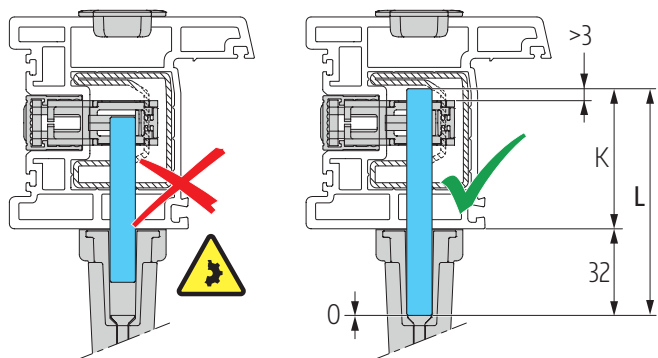
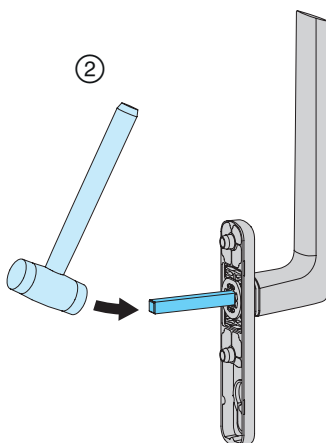
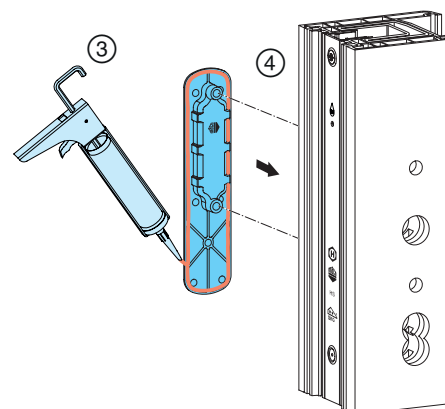

Abb. 34
Abb. 36
Abb. 37
- ② Vierkant mit Schonhammer in Rastbuchse der Griffrosette einschlagen; **Abb. 36**. (**Abb. 34** beachten).
- ③ Muschelgriff mit Silikon umlaufend abdichten und
- ④ in Flügelausfräsung positionieren; **Abb. 37**.